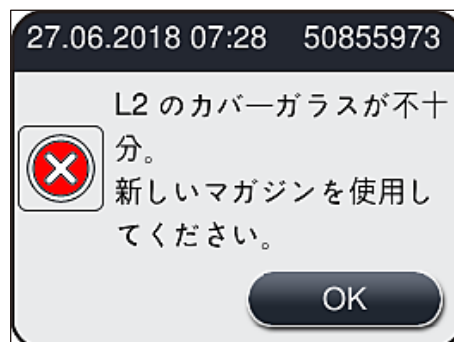

図 54
- いずれかの消耗品が切れていると、対応する警告メッセージが表示されます（例：（→ 図 54））。